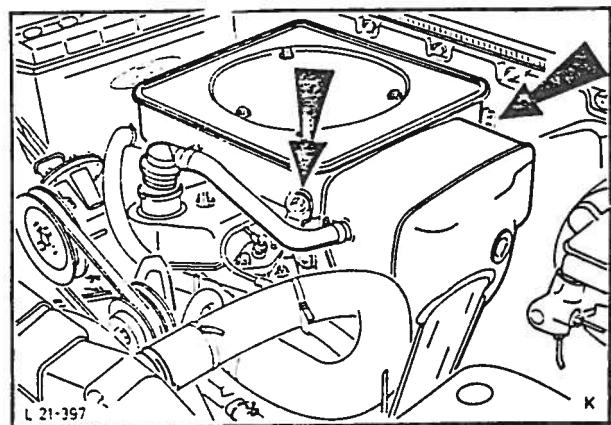

Fig. 148 Montering av luftfilter.
9. Monter luftfilteret og kople til batteriets godskabel, fig. 148.